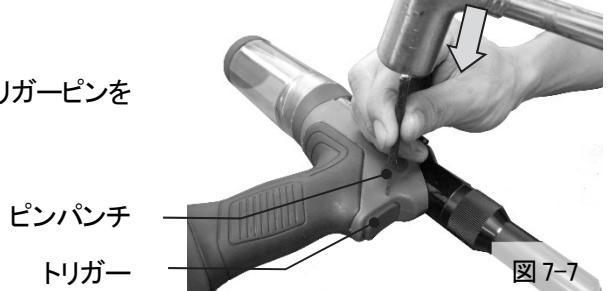

図 7-7
- ピンパンチ或いは  $\phi 2.0$  以下のピンとハンマーを使い、トリガーピンをツール右方向より 叩き出してください。(図 7-7)